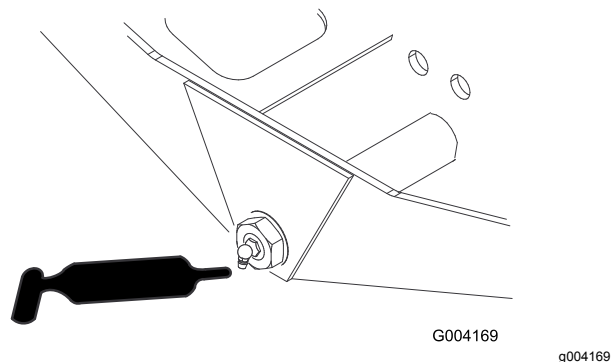

Figura 68
- Articulação do direção do eixo (1 cada) (Figura 68)